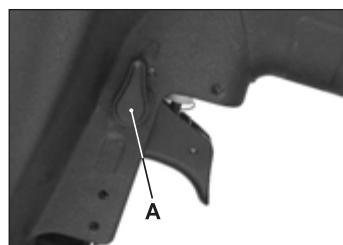

Рисунок 6
Для работы в этом режиме переведите сбачку селекторного переключателя (A) в положение «вверх» (рис. 6). Последовательный режим получил свое название от последовательности действий при забивании крепежа. Чтобы забить крепеж, оператор должен надавить контактной скобой на рабочую поверхность до упора и затем нажать курок. Для продолжения оператор должен оторвать инструмент от рабочей поверхности, отпустить курок и повторить вышеуказанные действия.